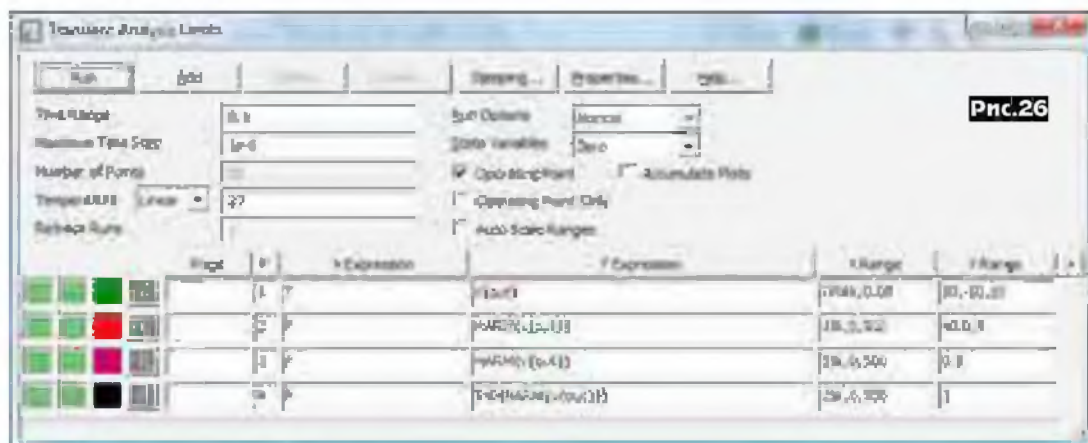

Рис.26
2. Установить параметры анализа, **рис. 26**.